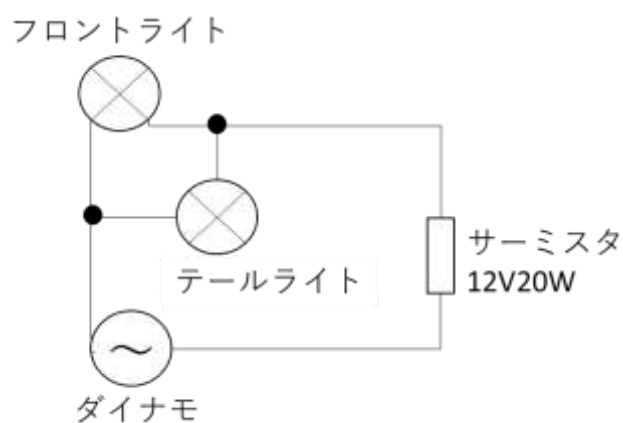

図2 テールライトをダイナモから直接接続
- ・ダイナモをリアホイールに装着し、直接配線する場合は図2のように接続します。